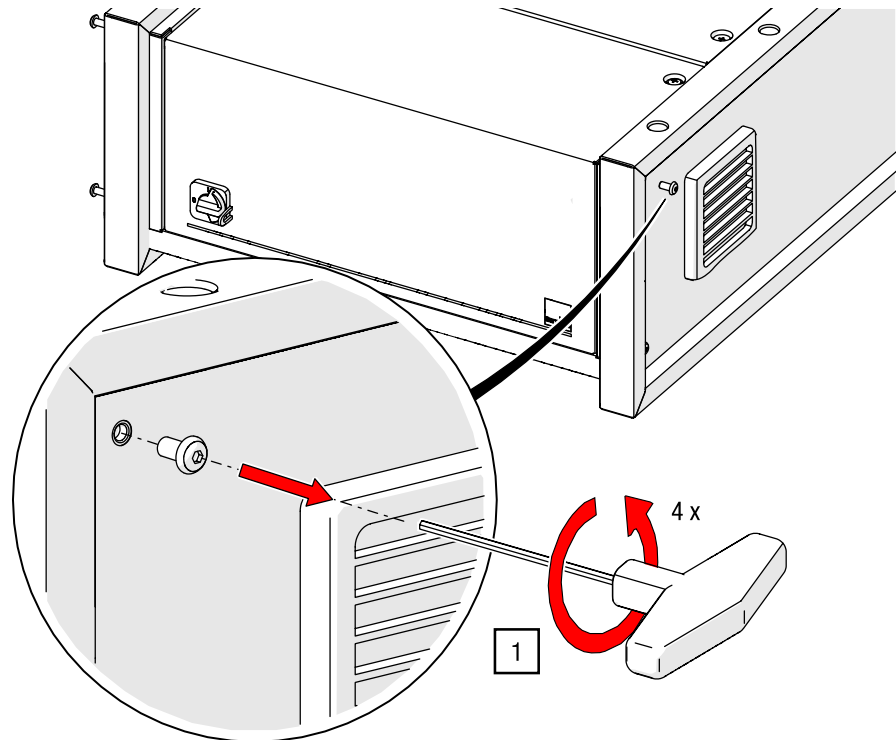

Abb. 93: Steuerung G-FRAME Schrauben für die Montagewinkel lösen (Steuerungsmodell kann abweichen)
1. Lösen Sie die vier beidseitig vormontierten Innensechskantschrauben im vorderen Bereich des Gehäuses mit dem ISK SW 4 (siehe Abb. 93).